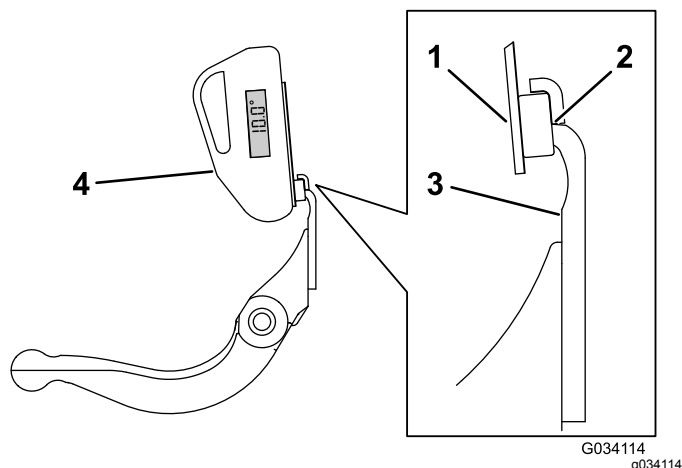

Figura 67
- 3. Posizionate il supporto del goniometro sul tagliente della controlama, in modo che il bordo del magnete si accoppi con il tagliente della controlama (Figura 67).
4. Posizionate il goniometro sul supporto, come illustrato nella Figura 67.